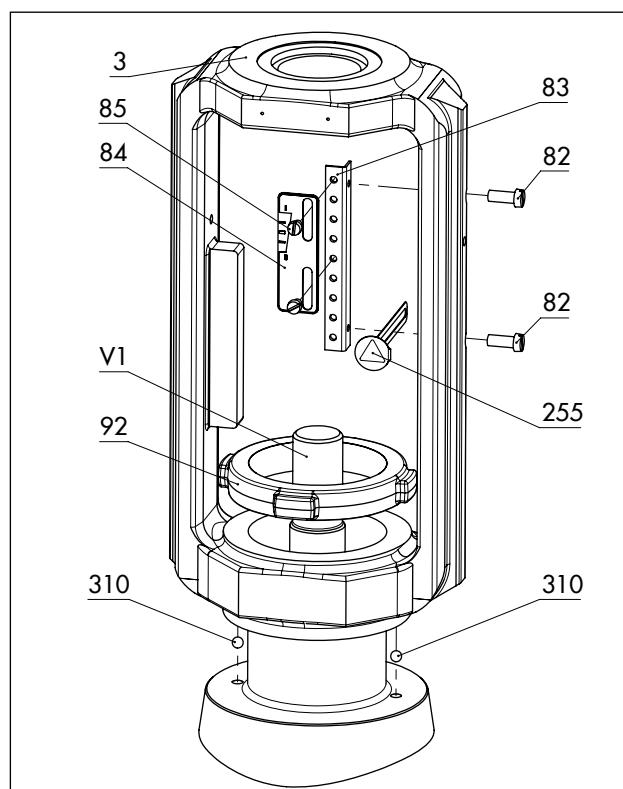
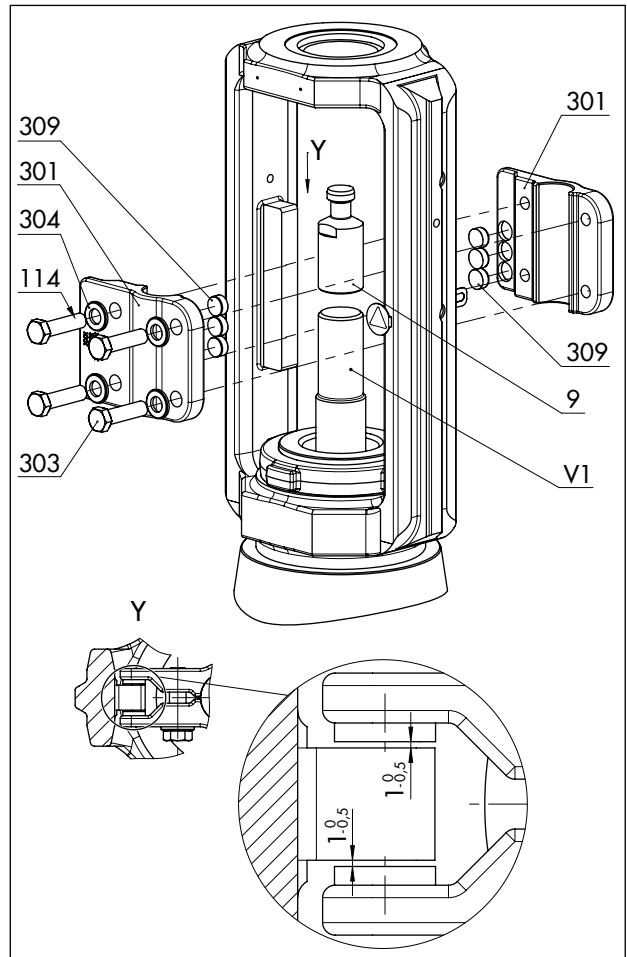

Fig. 20: Montaje del puente con placa indicadora de carrera en la ejecución estándar
Fig. 21: Montaje del seguro anti rotación en la ejecución estándar
Ver Fig. 20 y Fig. 21
- Entre los discos deslizantes y su superficie de apoyo en el puente hay un espacio nominal de entre 0,5 y 1 mm de cada lado (ver vista Y en Fig. 21).